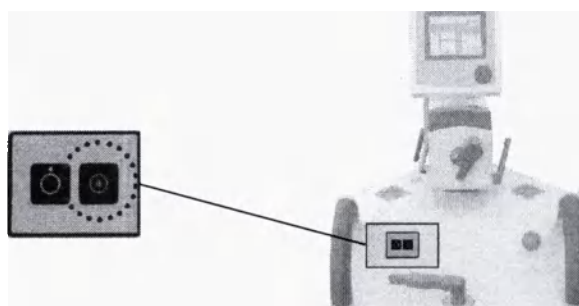

Рисунок 36
8.1.6 Включите штатив С-дуга при помощи кнопки ON (см. рисунок 36). Начнется стартовая проверка основного контроллера.